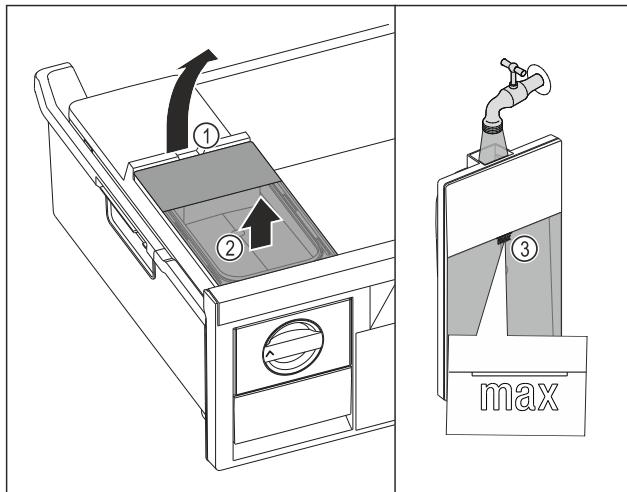

Fig. 100
- ▶ Zvedněte nádržku na vodu za vybrání Fig. 100 (1).
- ▶ Vyjměte nádržku na vodu nahoru. Fig. 100 (2)
- ▶ Naplňte nádržku na vodu pitnou vodou až po značku Fig. 100 (3).